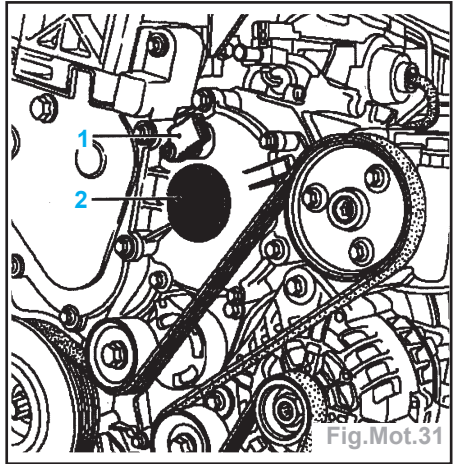

Fig.Mot.31
- le capteur de position (1) en prenant garde à ne pas faire tomber le joint torique dans la cascade de pignons
- le bouchon de moyeu de pompe (2) (Fig.Mot.31).